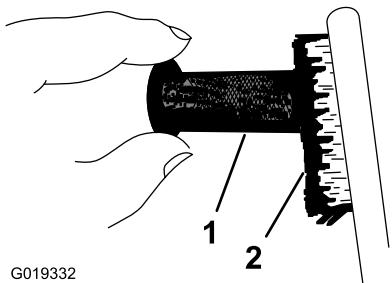

Figura 33
4. Retire o bujão de drenagem (Figura 33).
5. Use uma escova para limpar cuidadosamente os depósitos de carvão da tela do antifagulhas (Figura 33).